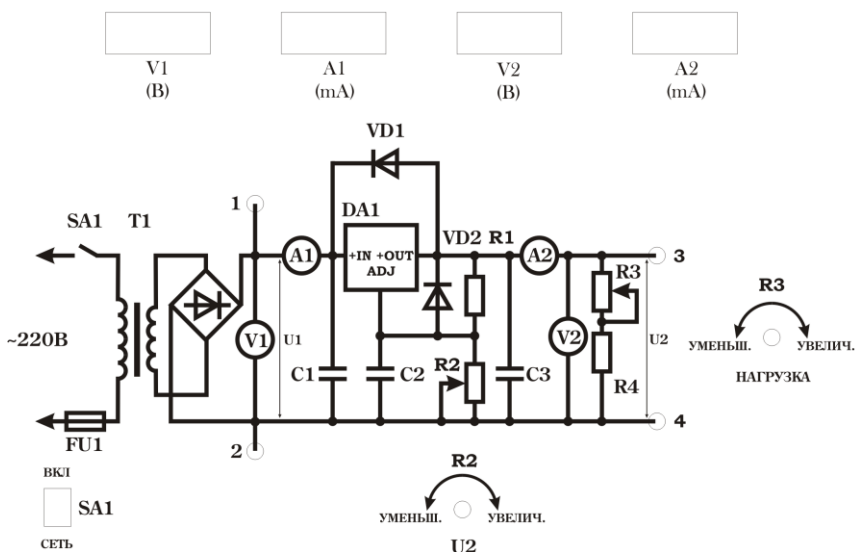

Рис.3.1. Внешний вид лицевой панели лабораторного стенда «Регулируемый источник питания»
2. Описание лабораторного стенда Конструктивно лабораторный стенд выполнен в виде настольного переносного прибора на лицевой панели которого изображена исследуемая электрическая принципиальная схема (рис.3.1), основой которой является микросхемный стабилизатор DA1.
3.3 Задание второе. Для схемы стабилизатора, выполненного на трёхполюсной интегральной схеме с регулируемым выходным напряжением (рис.3.1) определить сопротивление резистора R2 согласно исходным данным таблицы 3.1
Примечание: $U_{вх}$ (табл.3.1) соответствует входному напряжению U_1 (рис.3.1); U_0 (табл.3.1) соответствует выходному напряжению U_2 (рис.3.1); $I_{упр}$ (табл.3.1) соответствует току управляющего электрода ADJ микросхемы DA1; $U_{оп}$ – опорное напряжение микросхемы DA1.